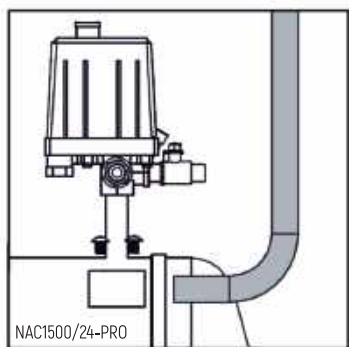

Рис. 5
5. Установите на компрессор ручку для перемещения (только для моделей NAC1200/9-PRO, NAC1500/24-PRO) (рис. 5).